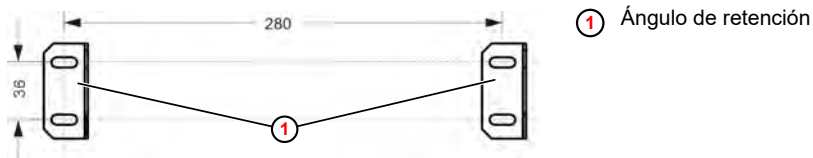

Fig. 7: Preparar el montaje
1. ▶ Preparar la fijación como se especifica en Fig. 7 .
2. ▶ Montar la escuadra de fijación ① en la pared o lavavajillas.